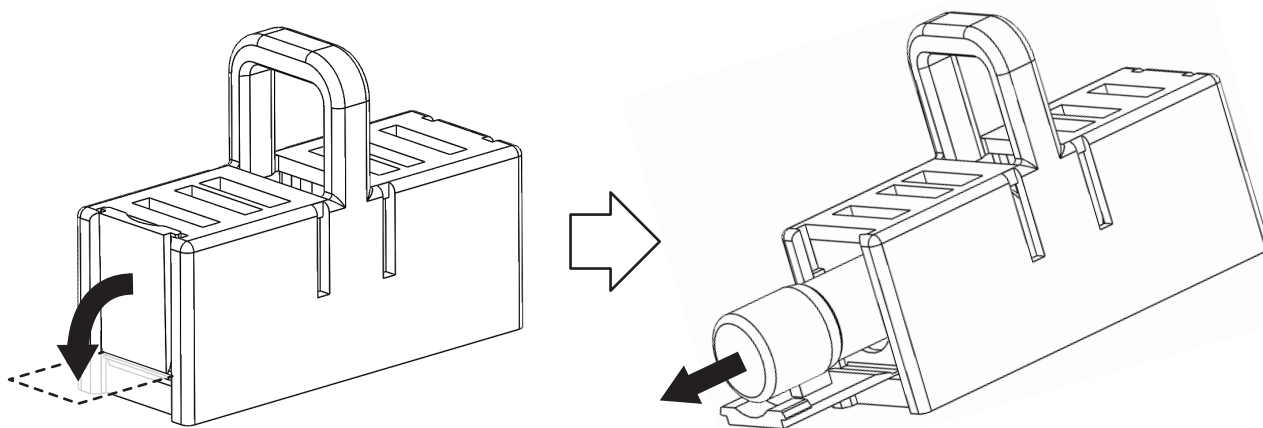

図7-6-2
4. ヒューズが切れていた場合は、交換します。(図 7-6-1、図 7-6-2)